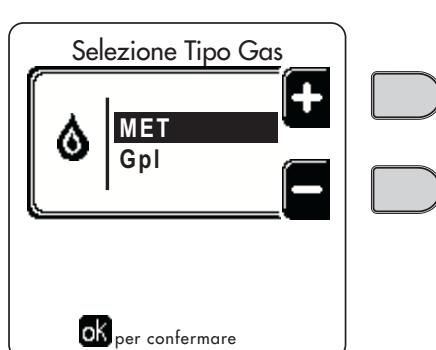

fig. 58 - Selezione tipo di gas
- Raggiungere la schermata visualizzata in fig. 58 navigando nel menù seguendo il percorso “MENÙ UTENTE ➔ Manutenzione ➔ Modalità Test ➔ Selezione Tipo Gas”. Premere i tasti contestuali 1 e 2 per scegliere il tipo di gas. Confermare con il tasto OK.